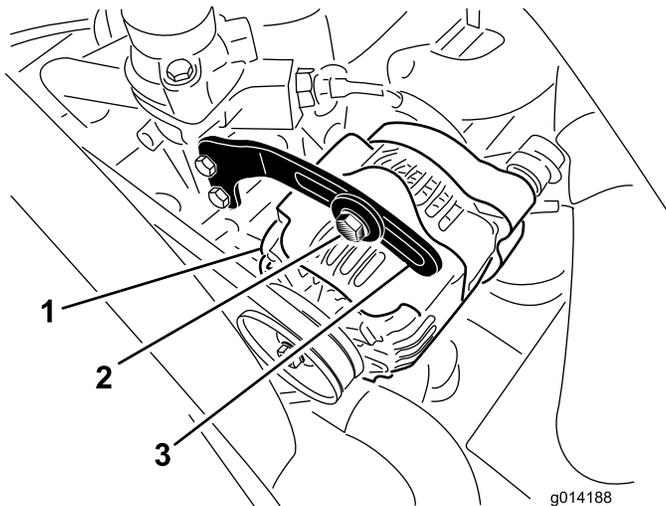

Bild 37
2. Prüfen Sie die Spannung des Treibriemens, indem Sie eine Kraft von 10 kg in der Mitte zwischen der Lichtmaschine und der Kurbelwellenscheibe ansetzen (**Bild 37**).
3. Lockern Sie die Schraube, mit der der Bügel an der Lichtmaschine befestigt ist, und den Gelenkbolzen der Lichtmaschine (**Bild 37**).